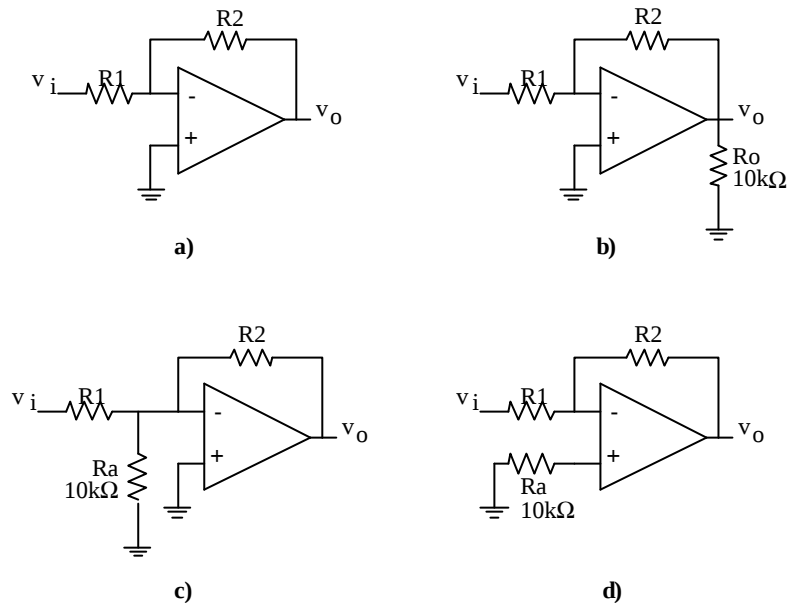

Figura 1 – Amplificadores Operacionais em configuração inversora.
1. Assumindo os Ampop's ideais determine o valor do ganho em malha fechada v_o/v_i para cada um dos circuitos da figura 1, com $R_1=10k\Omega$ e $R_2=100k\Omega$: